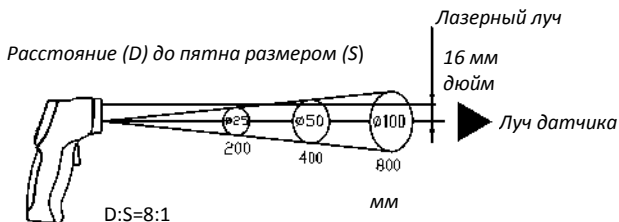

Рис.1
При увеличении расстояния (D) размер пятна измерения (S) становится больше. См.: **рис. 1**.